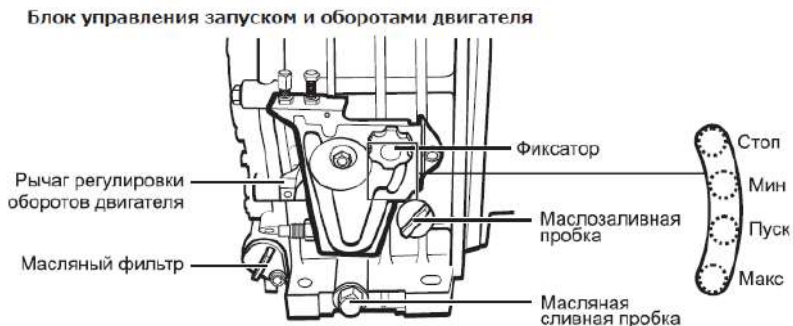

Рис.8
- Управление работой мотопомпы осуществляется с помощью фиксатора и шкалы на блоке управления (рис. 8).
- После запуска переведите фиксатор оборотов двигателя на блоке управления запуском и оборотами двигателя в положение «МИН» (рис. 8) и зафиксируйте.